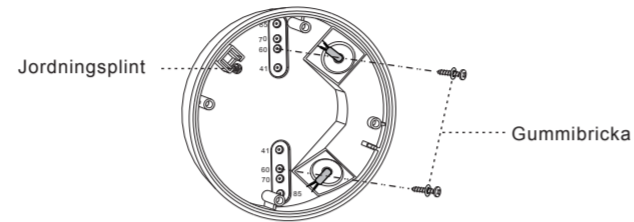

FIG.15
4.4.3.3 Välj lämpliga hålanvisningar för att montera kopplingsdosan på takskivans yta med de 2 träskruvarna som hålls fast med gummbrickor (se FIG.15).